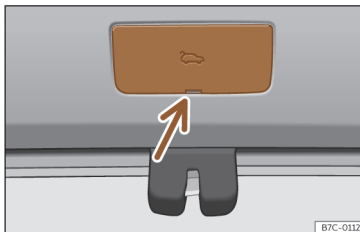

Fig. 58 Détail du coffre à bagages : accès au déverrouillage d'urgence.
- Retirez le cache en faisant levier avec le panneton de la clé >>> fig. 58.